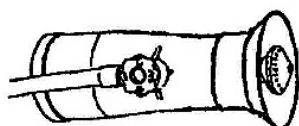

Fig. 11
- 1) Opryskiwanie. Poluzuj nakrętkę ciśnieniową, wyreguluj długość końcówki dyszy by uzyskać odpowiedni rodzaj oprysku. Przekręć zawór regulacyjny by zmienić ilość rozpryskiwanej cieczy. Patrz rys. 11.